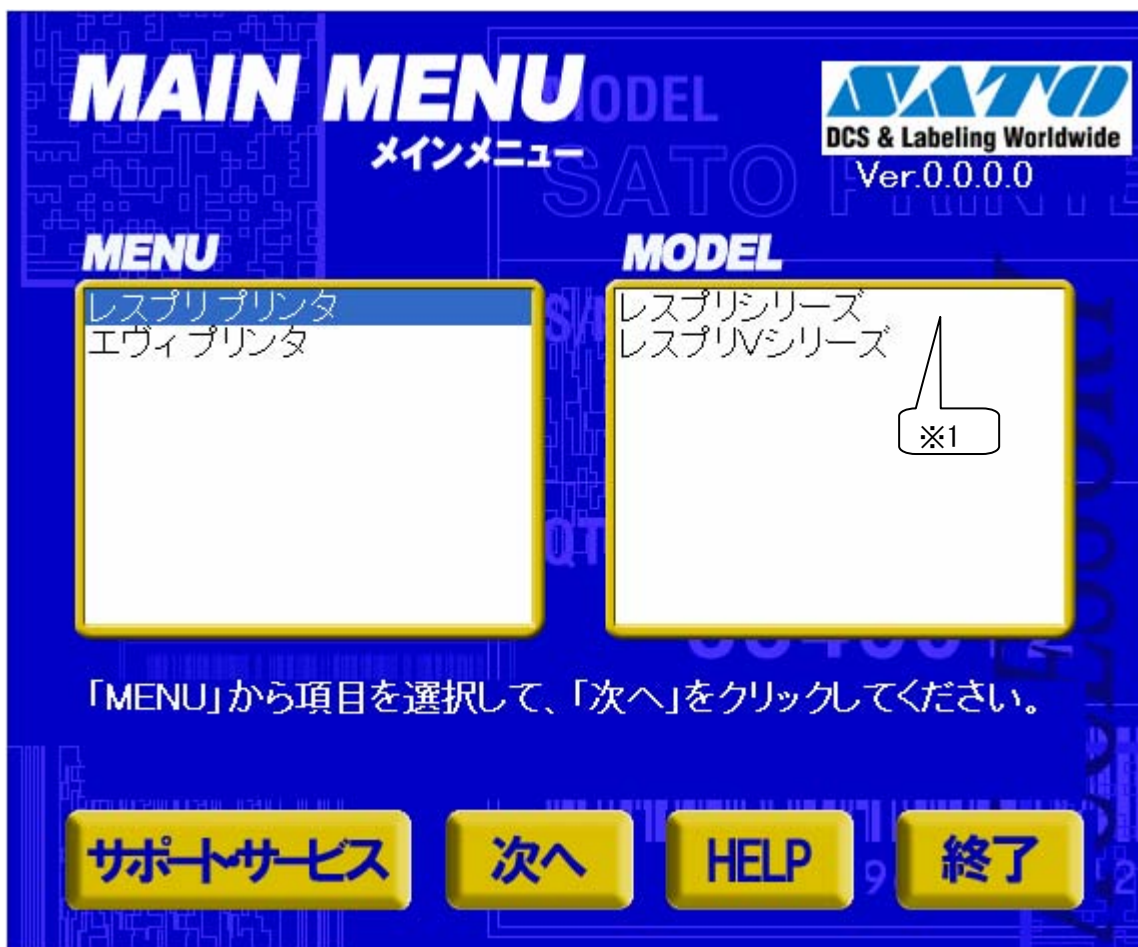

図 2.1 メインメニュー画面
「SATO アクセサリ CD-ROM」を CD-ROM ドライブにセットしてください。自動的²に図 2.1 に示す画面が表示されますので、画面中「MENU」で「レスプリプリンタ」を選択し、「次へ」をクリックします。
- 2 図 2.1 の画面が自動的に表示されない場合は、アクセサリ CD-ROM 内の「AccInstall.exe」をダブルクリックしてください。